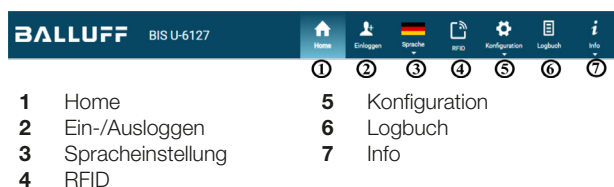

Bild 7-4: Hauptmenü
Bild 7-4 zeigt die Menüleiste des Webserver mit sieben Hauptmenüs, die nachfolgend beschrieben werden.
War das Einloggen erfolgreich, zeigt das in Bild 7-4 dargestellte Feld (2) des Hauptmenüs den Text *AUSLOGGEN* an.
Das RFID-Menü kann über die Hauptmenüleiste aufgerufen werden (siehe Bild 7-4 auf Seite 33).